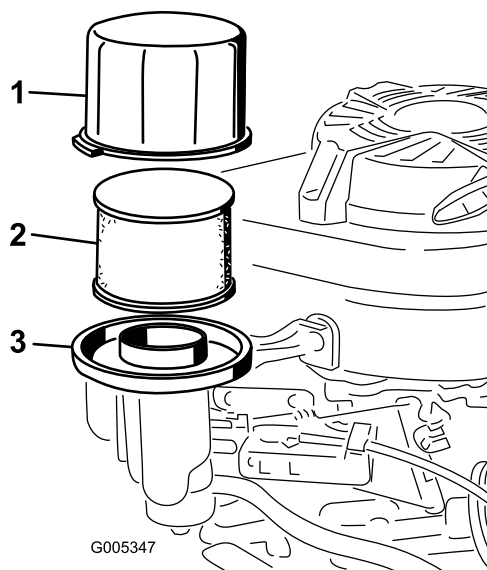

Figure 22
2. Déposez le couvercle et nettoyez-le soigneusement (Figure 22).
3. Retirez le préfiltre en mousse et l'élément filtrant en papier de la base du filtre à air (Figure 22).